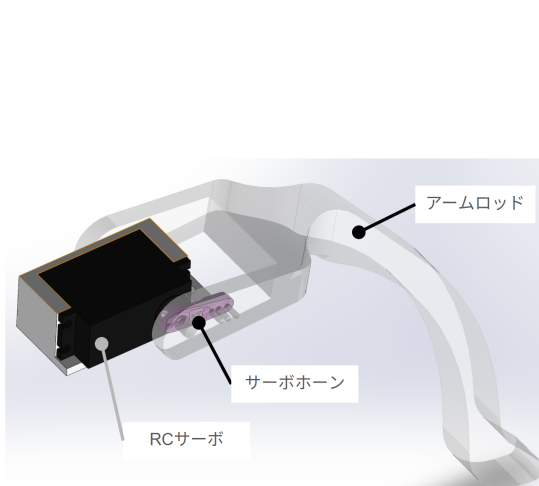
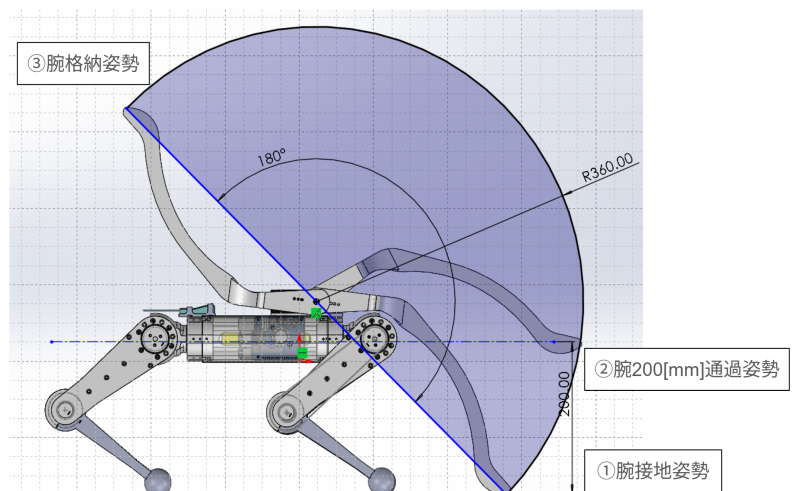

図8. 腕機構概要図
図9. アーム作動面
腕はRCサーボにより駆動するロッドアームである(図8)。スタート時には格納されており(図9-③)、試合が始まると図9-①のように展開することでロッド部を対戦機体の下に潜り込ませることが可能となる。任意のタイミングでロッドを上げることができる(図9-②)ので対戦機体を転倒させることが可能である。